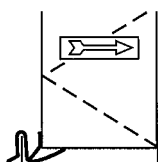

Fig. 2
- Skjut in filterkassetterna i gejdern enl. fig. 2, se till att den påsatta packningen tätar mot hölje eller intilliggande filterinsats. Kassetten vänds så att luftriktningsspilarna på kassett och aggregatdelens hölje överensstämmer.
Vid montering av filterkassetter tillse att tätningens flikar hamnar enl. fig. 2.
- Skjut in filterkassetterna i gejdern enl. fig. 2 och 3, se till att den påsatta packningen tätar mot hölje eller intilliggande filterinsats. Kassetten vänds så att luftriktningsspilarna på kassett och aggregatdelens hölje överensstämmer.